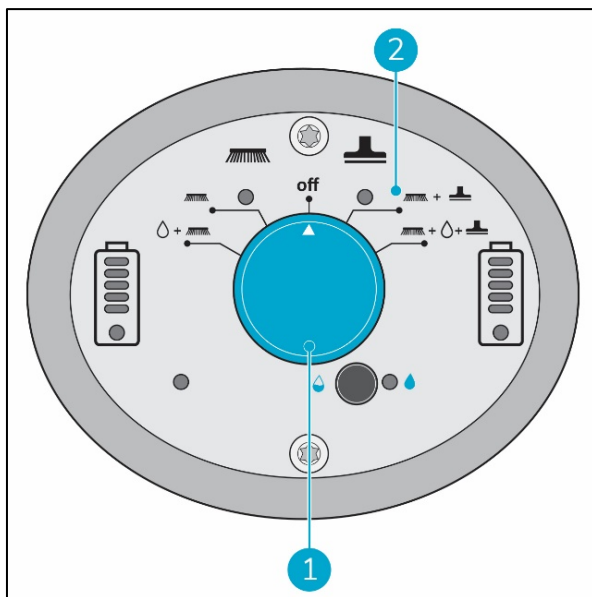

Figure 21
1. Utilisez l'interrupteur principal de l'i-mop XXL basic (Figure 21, pos 1) et sélectionnez le MODE 3 Brosse + Aspiration à sec (Figure 21, pos 2).